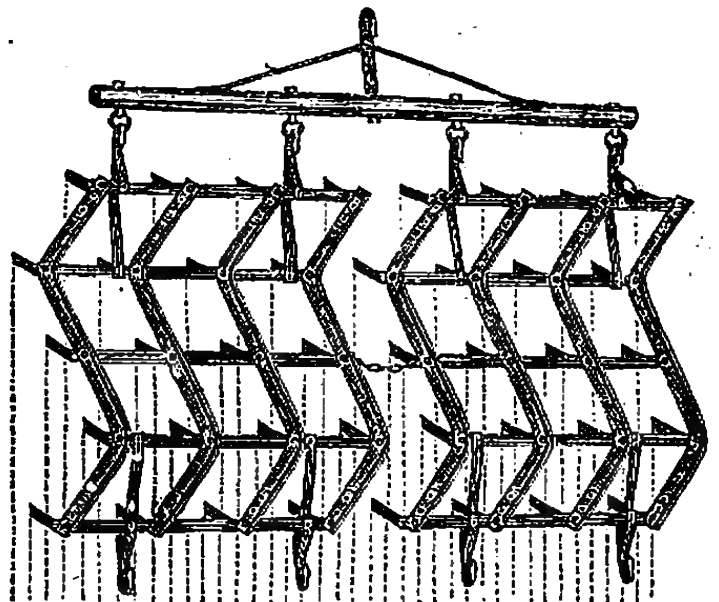

Fig. 327. — Herse articulée posée sur le sol.
5. Herse. — La herse (*fig. 327*) sert à *ameublir* la couche superficielle du sol, à enlever les mauvaises herbes, à enterrer les semences et certains engrais, etc. Elle se compose d'un ou de plusieurs châssis en bois ou en fer auxquels sont fixées des dents droites ou inclinées.